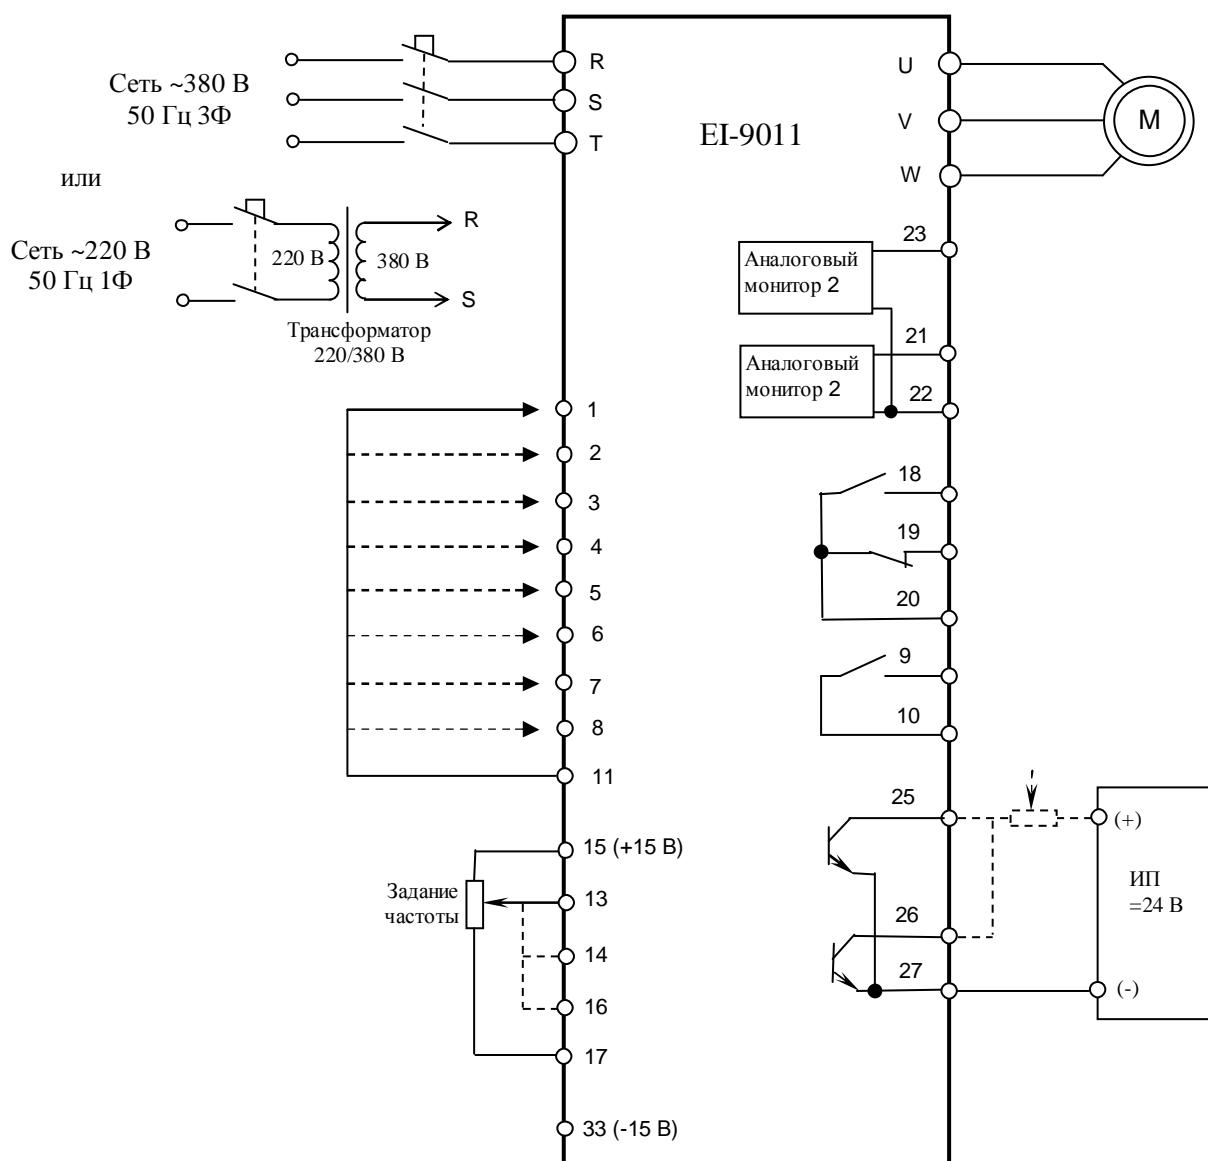

Рис. 4.14. Диагностика цепей управления преобразователя EI-9011.
4.11.1. Подключить электродвигатель к выходным клеммам U, V, W (рис.4.14).
4.12.18. Отсоединить потенциометр от клемм 15, 16, 17 и присоединить его к клемме 25 и к источнику питания =24 В, как показано на рис. 4.14. Включить источник питания. При помощи мультиметра в режиме измерения постоянного напряжения $V=$ измерить напряжение между клеммами 25 и 27 – должно быть =24 В.